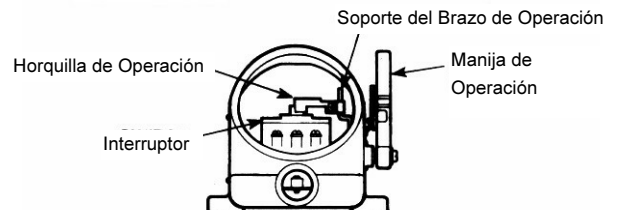

Figura 2
A. Para remover el interruptor del circuito del motor y la placa de montaje de la envolvente; afloje el tornillo #10-32 x 7/8" en la horquilla de operación. Deslice la horquilla hacia arriba en el soporte del brazo de operación y remueva. Conserve el ensamble de la horquilla de operación para uso posterior. (Vea la figura 2).